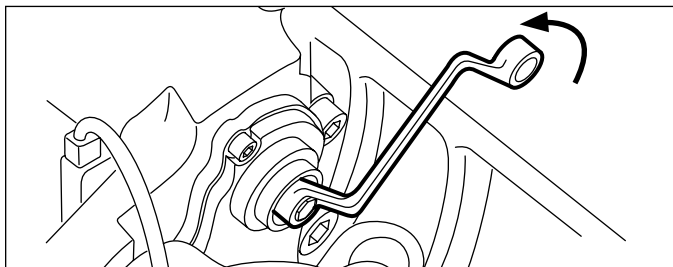

FIGURE 37 - REcul DU RÉGLEUR POUR LA DÉPOSE DE LA GARNITURE
5.2.8 Utiliser une clé polygonale fermée de 10 mm (Cf. Figure 37) pour tourner le régleur dans le sens antihoraire jusqu'à ce qu'il y ait suffisamment d'espace pour déposer les garnitures de frein. Un bruit de cliquetis se produit chaque fois que le régleur tourne.